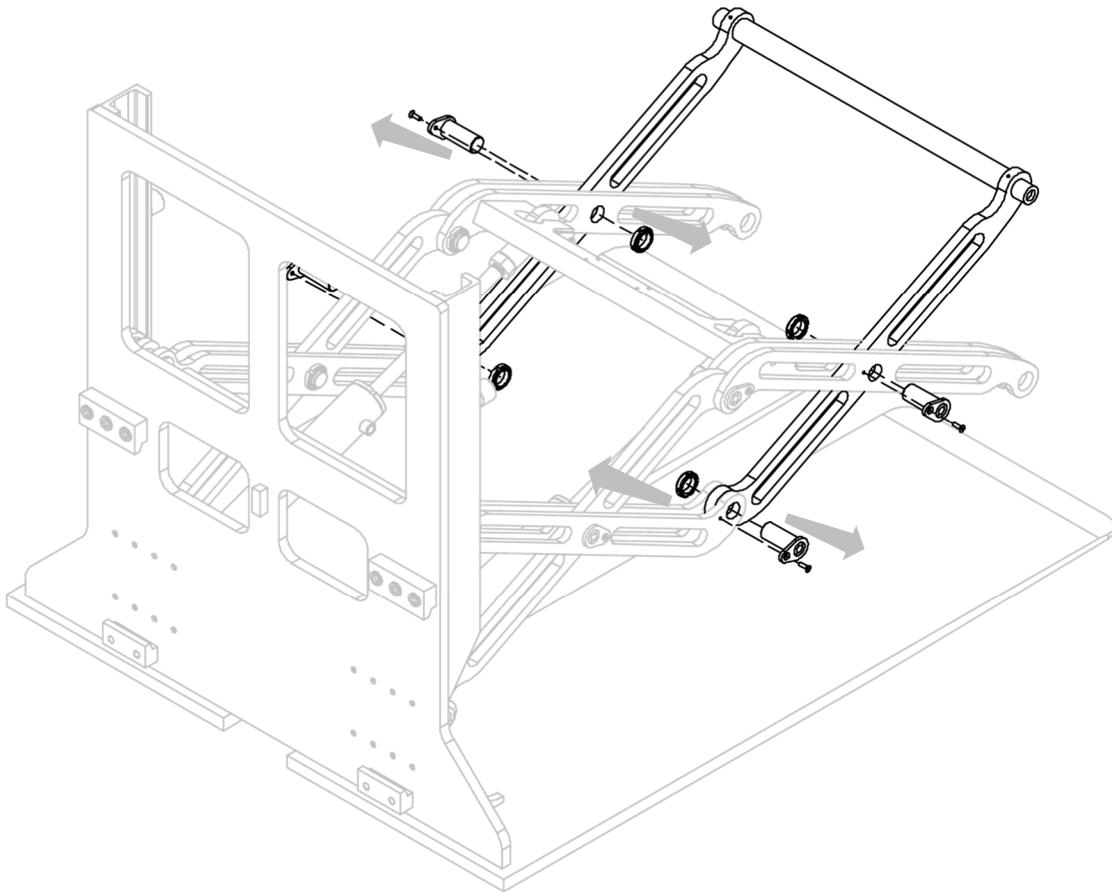

Figure 20
3. Retirer les goupilles (avec vis et bagues) qui bloquent la paire de bras (voir *Figure 20*).